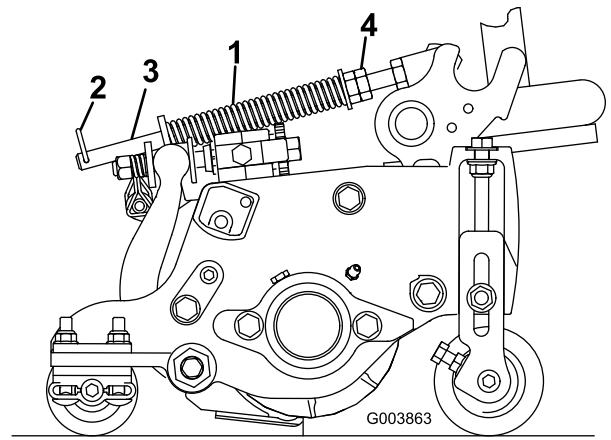

Figura 19
2. Apriete las tuercas hexagonales del extremo delantero de la varilla del muelle hasta que la longitud comprimida del muelle sea de 15,9 cm (Figura 19).
El muelle de compensación del césped (Figura 19) transfiere peso del rodillo delantero al trasero. (Esto ayuda a reducir el patrón de ondulación en el césped.)
1. Asegúrese de que el pasador de horquilla está instalado en el taladro del extremo de la varilla (Figura 19).